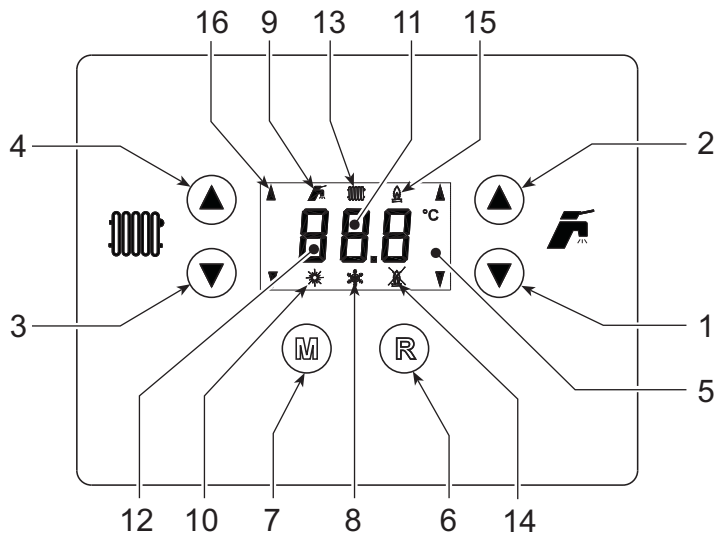
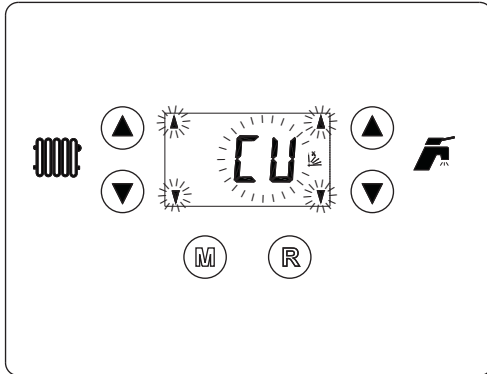
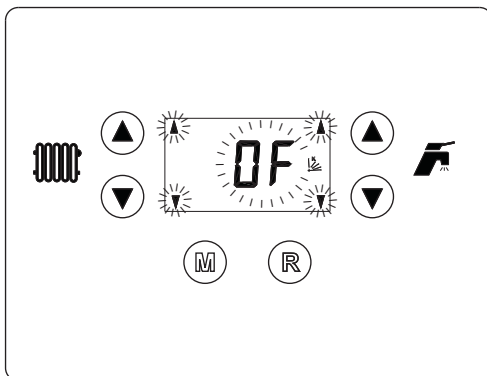
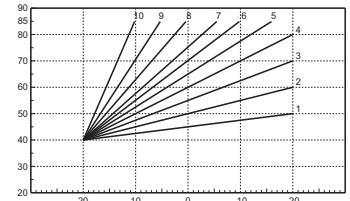

fig. 1 - Panoul de control
fig. 11 - Curba de compensare
fig. 12 - Deplasarea paralelă a curbelor
fig. 14 - Exemplet de deplasare paralelă a curbelor de compensare
Cererea de încălzire (generată de Termostatul de cameră sau de Cronocomanda la distanță) e indicată de activarea caloriferului (det. 13 - fig. 1).
Cererea de încălzire a boilerului e indicată de activarea robinetului (det. 9 - fig. 1).
Când încălzirea boilerului e activată (setarea implicită), pe afișaj e activ simbolul "comfort" (det. 12 - fig. 1). Boilerul poate fi activat/dezactivat de către utilizator din meniul de selectare.
Apăsăți tasta (M) (det. 7 - fig. 1). Pe afișaj apare selecția curentă, care poate fi modificată cu ajutorul tastelor pentru apă caldă menajeră (det. 1 și 2 - fig. 1): setați ECO (Economy) sau CON (Comfort) și confirmați apăsând pe tasta (M) (det. 7 - fig. 1).
Apăsați pe tasta **(M)** (det. 7 - fig. 1) timp de 5 secunde.
Pentru a porni din nou centrala, apăsați din nou pe tasta **(M)** (det. 7 fig. 1) timp de 5 secunde.
Apăsați pe tasta **(R)** (det. 6 - fig. 1) timp de 1 secundă.
Pe afișaj se activează simbolul Vară (det. 10 - fig. 1): centrala va prepara numai apă caldă menajeră. Rămâne activ sistemul antiîngheț.
Pentru a dezactiva modul Vară, apăsați din nou pe tasta **(R)** (det. 6 - fig. 1) timp de 1 secundă.
Cu ajutorul butoanelor pentru încălzire (det. 3 și 4 - fig. 1) modificați temperatura de la un minim de 30°C la un maxim de 85°C; oricum, se recomandă ca centrala să nu funcționeze la valori de temperatură mai mici de 45 °C.
Cu ajutorul butoanelor pentru apă caldă menajeră (det. 1 și 2 - fig. 1) modificați temperatura de la un minim de 10°C la un maxim de 65°C.
Cu reglarea Temperatură Variabilă, temperatura setată cu ajutorul tastelor încălzire (det. 3 și 4 - fig. 1) devine temperatura maximă din turul instalației. Se recomandă să se regleze la valoarea maximă pentru a permite sistemului să regleze total intervalul util de funcționare.
Apăsând pe tasta **(R)** (det. 6 - fig. 1) timp de 5 secunde se accesează meniul "Temperatură variabilă"; este vizualizat mesajul "CU" care clipește intermitent (fig. 11).
Cu ajutorul tastelor pentru apă caldă menajeră (det. 1 și 2 - fig. 1) modificați curba dorită de la 1 la 10 în funcție de caracteristică (fig. 13). Reglând curba la 0, reglarea Temperatură Variabilă este dezactivată.
Apăsând pe tastele pentru încălzire (det. 3 și 4 - fig. 1) se ajunge la deplasarea paralelă a curbelor; este vizualizat mesajul "OF" care clipește intermitent (fig. 12). Cu ajutorul tastelor pentru apă caldă menajeră (det. 1 și 2 - fig. 1) reglați deplasarea paralelă a curbelor în funcție de caracteristică (fig. 14).
Apăsând din nou pe tasta **(R)** (det. 6 - fig. 1) timp de 5 secunde se iese din meniul "Temperatură variabilă".
Selectarea ECO/COMFORT	Dezactivând circuitul de apă caldă menajeră din meniul Cronocomenzii la distanță, centrala selectează modul Economy. În această situație, tasta (M) (det. 7 - fig. 1) de pe panoul centralei e dezactivată. Activând circuitul de apă caldă menajeră din meniul Cronocomenzii la distanță, centrala selectează modul Comfort. În această situație, cu tasta (M) (det. 7 - fig. 1) de pe panoul centralei se poate selecta unul dintre cele două moduri.